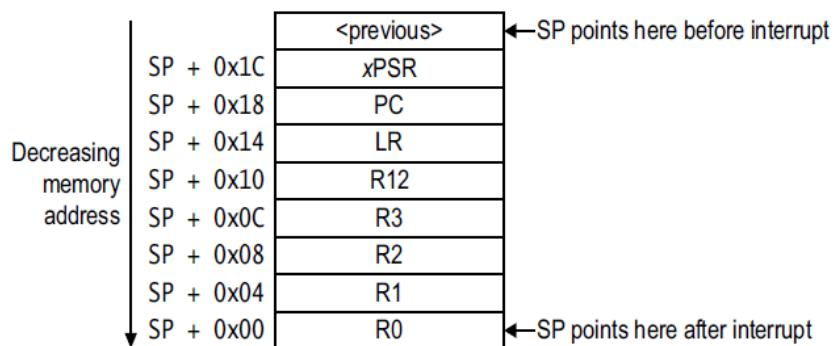

图 3-41 寄存器入栈
- 将 R0,R1,R2,R3,R12,LR,PC,xPSR 寄存器入栈，如图 3-41